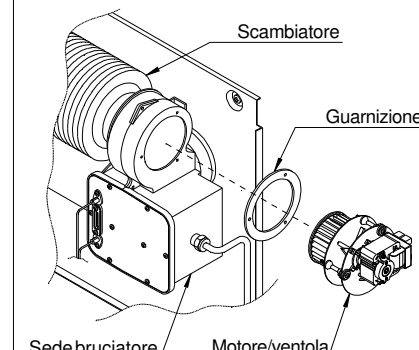

Fig. 30
Staccare il collegamento elettrico del motore e svitare le tre viti di fissaggio alla coclea. Estrarre delicatamente il gruppo motore-ventola e, rispettando la posizione originaria, inserire il nuovo gruppo. Serrare le viti e ripristinare il collegamento elettrico. Verificare con attenzione che la rotazione della ventola sia regolare e senza attriti (*fig. 30*).
- Eliminare dapprima eventuali ostruzioni dal terminale e, se necessario, sostituire il ventilatore avendo cura di riassemblare il gruppo come riportato in fig. 30 (vedi punto 8.8)